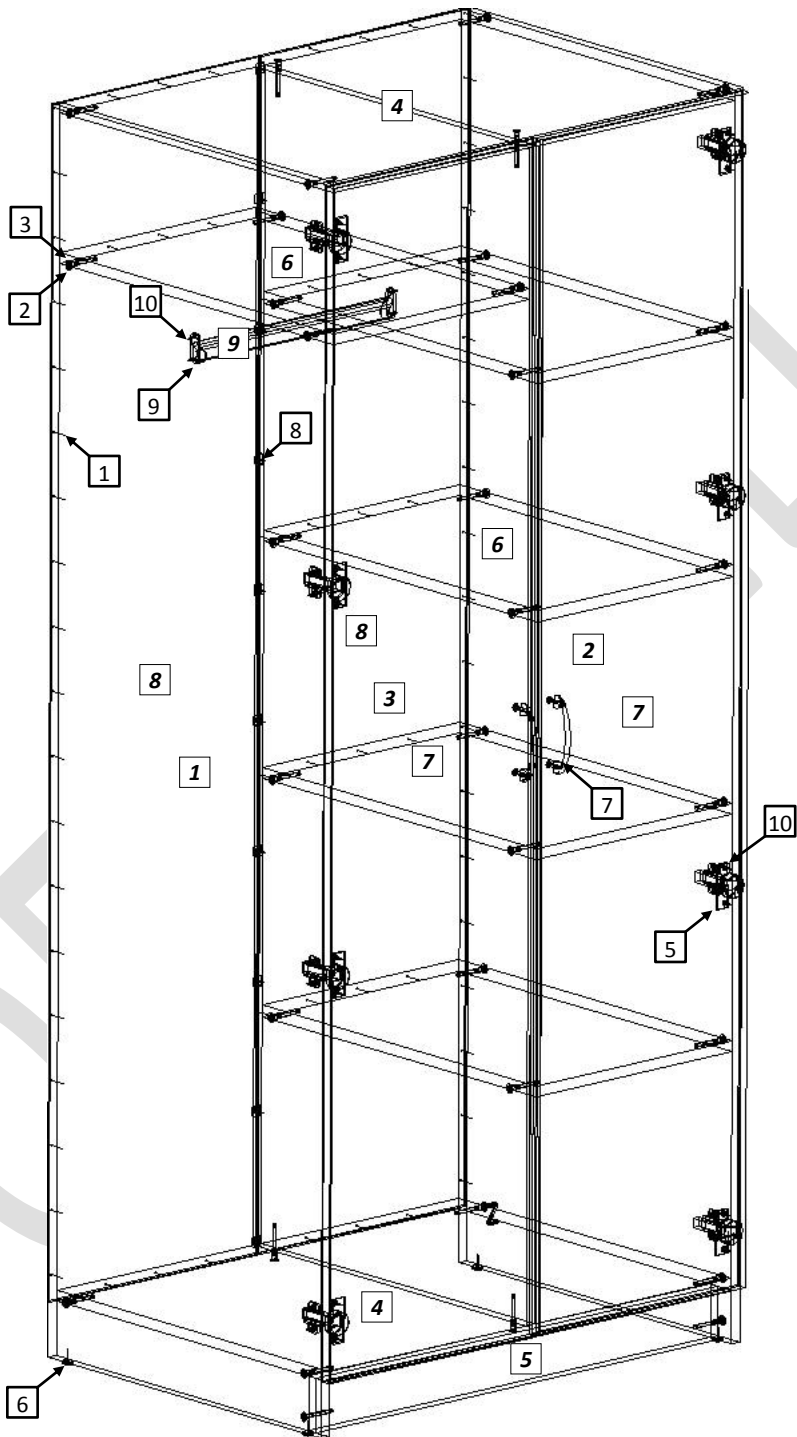

Рис. 1
4.1 Внимательно ознакомьтесь со схемой сборки, изображённой на рис. 1. Согласно позициям на схеме и комплектовочной ведомости определите расположение деталей в изделии и порядок их сборки. Сборка производится на ровном полу, укрытом материалом, предотвращающим повреждение покрытия пола и деталей мебели. Подготовьте необходимые для сборки инструменты – плоскую и крестовую отвёртки, молоток, рулетку или линейку.